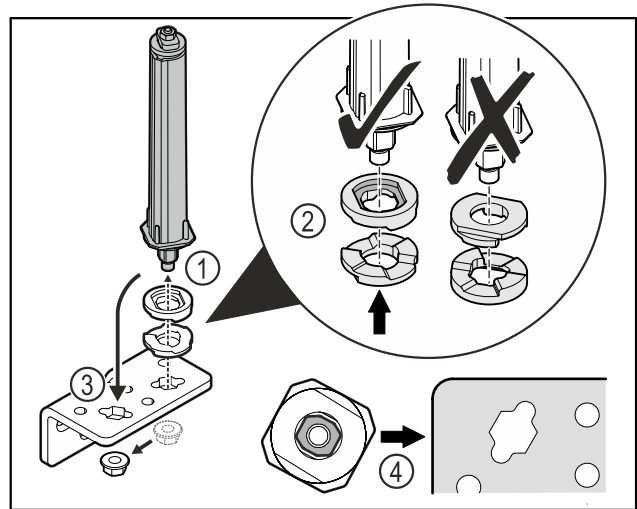

Fig. 33
- ▶ Atlaisvinkite veržlę ir pašalinkite durų uždarymo sistemą Fig. 33 (1).
- ▶ Atkreipkite dėmesį į tai, kad aukščio reguliavimo poveržlės būtų tinkamai išlygiuotos Fig. 33 (2).
- ▶ Perkelkite durų uždarymo sistemą šarnyriniame kampuočiuje ir užfiksuokite veržlę Fig. 33 (3).
- ▶ Įstatydami atkreipkite dėmesį į tai, kad durų uždarymo sistema būtų tinkamai išlygiuota Fig. 33 (4).